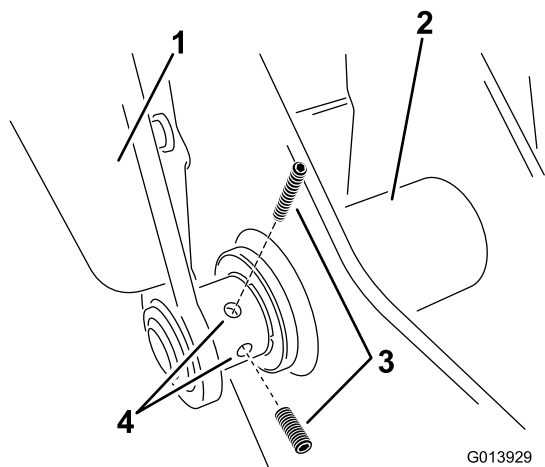

Bild 12
- I. Setzen Sie eine neue Stellschraube in den linken Arm am unteren Gelenkpunkt ein (Bild 12). Ziehen Sie sie noch nicht an, um ein Einstellen der Wiege zu ermöglichen.